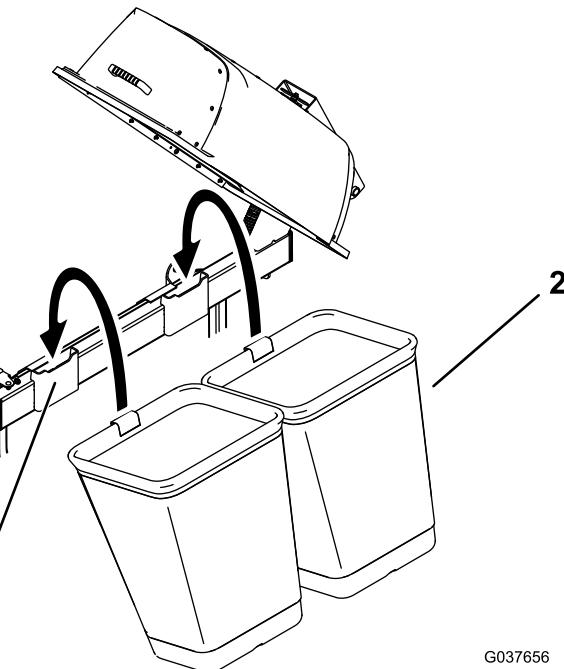

Figura 18
- Instale las bolsas en los soportes del ensacador (Figura 18).